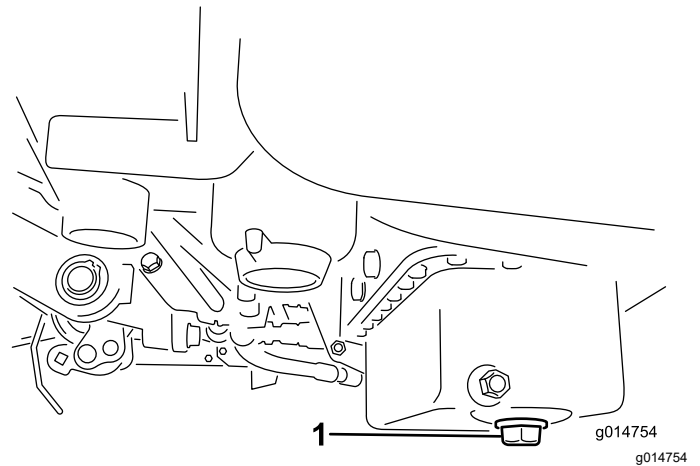

図 35
1. ドレンプラグを外してオイルを容器に受ける。オイルが抜けたらドレンプラグを取り付ける(図 35)。